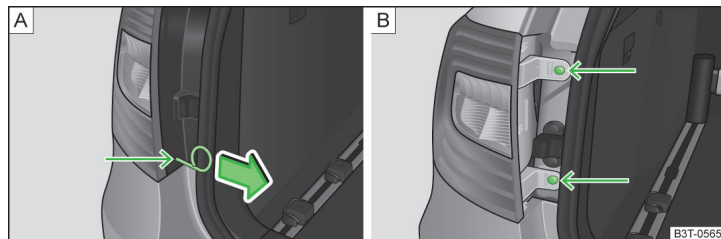

Fig. 206 Demontarea: Capac/lampă
- Etrierul pentru extragerea capacelor integrale de roți » pagina 206, *Trusa de scule* se introduce în orificiu, în locul marcat cu săgeată » fig. 206 - **A**.
- Extrageți capacul în sensul săgeții » fig. 206 - **A**.
- Desfaceți lampa folosind cheia din trusa de scule » fig. 206 - **B**.